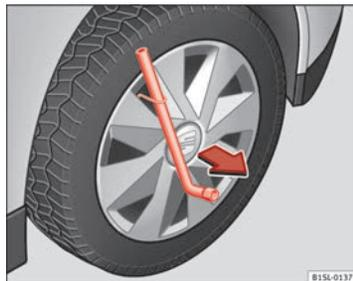

Fig. 134 Smontaggio dei copricerchi integrali.
- Introdurre la chiave per ruote nella staffa a filo ⇒ fig. 134 e tirare il coprimozzi nella direzione indicata dalla freccia.